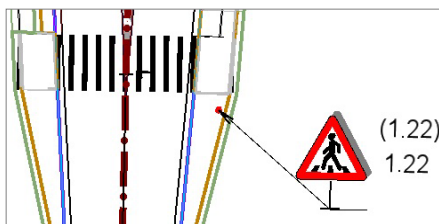

Рис. 12.20
- Параметр **Обратный знак** служит для установки двухсторонних знаков, например таких, как **Пешеходный переход**. Номер по ГОСТ обратного знака заключается в скобки, а сам знак отображается в виде тени (рис. 12.20).